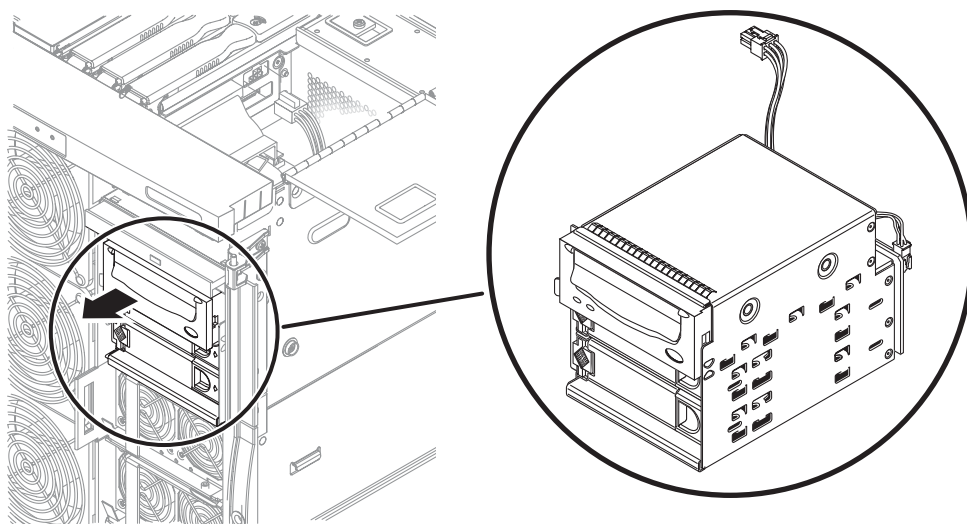

図 5-10 リムーバブルメディアモジュールの取り外し
13. リムーバブルメディアモジュールを取り外します。コネクタとケーブルに何も接続されていないことを確認します (図 5-10)。